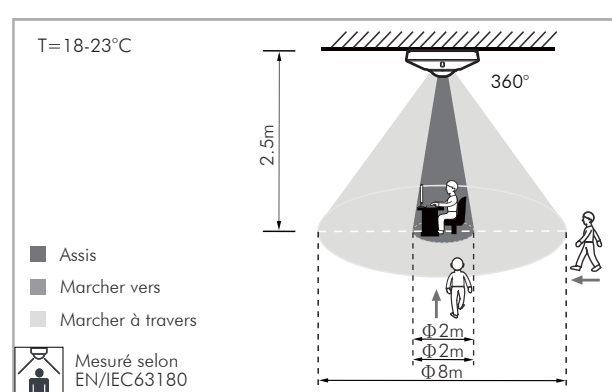

FIG. 2
- 3.1.1 Vous pouvez installer le détecteur KDP-3 S à une hauteur de 2 - 3 m. Il est recommandé de l'installer à une hauteur de 2,5 m afin d'obtenir la configuration de détection optimale, la portée de détection peut atteindre jusqu'à 8 m de diamètre et 360° d'angle de détection (Voir FIG.2).